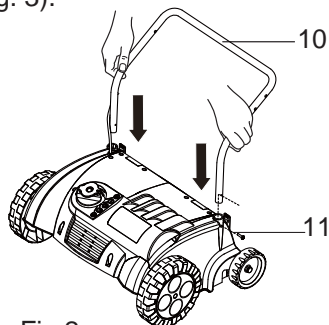
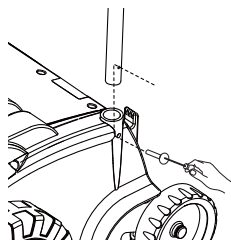

Fig.2
Fig.3
- > Insérez la poignée du bas [10] dans la base (Fig.2). Serrez complètement les boulons [11] avec un tournevis (non fourni) (Fig. 3).